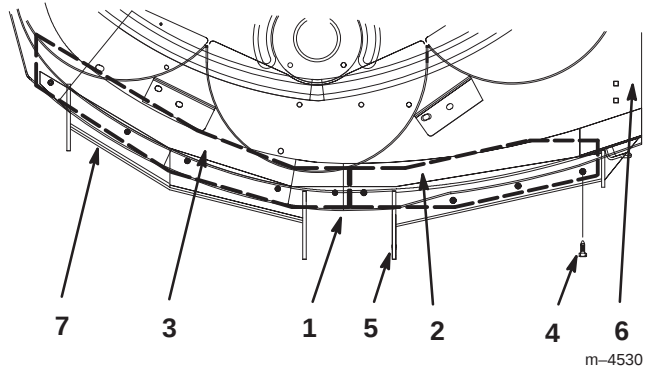

Figure 24
Remarque : Les trous utilisés pour installer les déflecteurs de décharge sont déjà percés (Fig. 24).
8. Montez les déflecteurs comme indiqué à la Figure 24.
Remarque : Centrez les bords des déflecteurs entre les supports des galets avant (Fig. 24).
9. Mettez les vis en place et serrez-les fermement (Fig. 24).